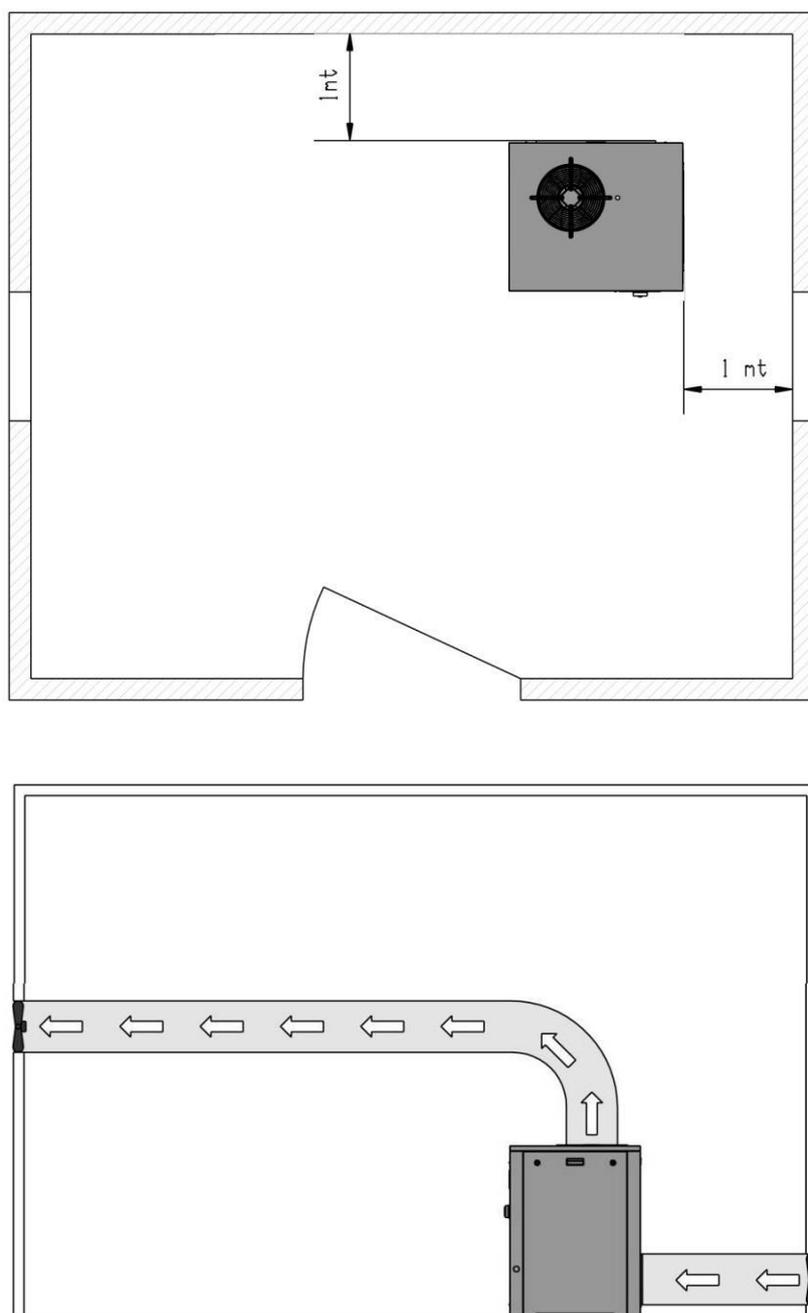

Figura 4
- In caso di inadeguata fuoriuscita dell'aria calda, installare i ventilatori di espulsione nella posizione più alta possibile (vedi figura 4).
- Le canalizzazioni non devono superare i 3 metri di lunghezza; in caso contrario installare un ventilatore sul lato uscita (vedi figura 4).